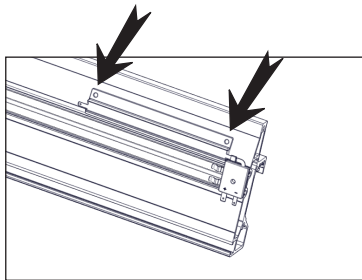

Fig. 7
Usando dos (2) tornillos autorroscantes de cabeza hexagonal, fije la regleta de desaceleración al riel (Fig. 7). ¡No apriete demasiado!